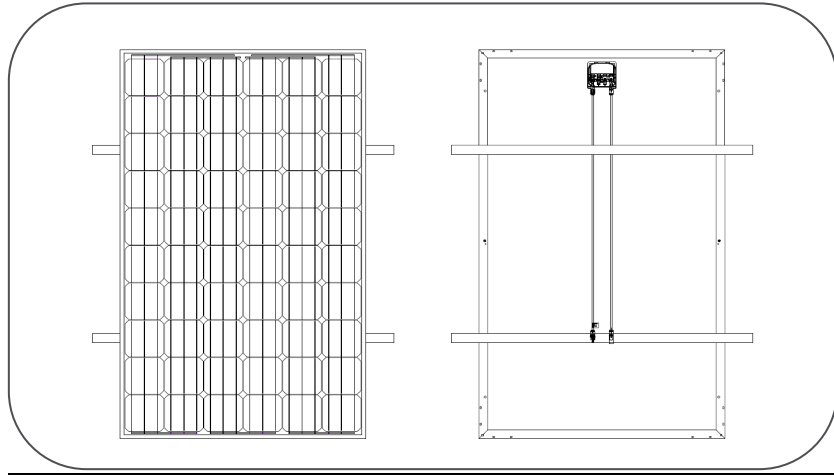

Abbildung 1 In einer parallelen Montagestruktur installiertes Modul – Ansicht von oben und Ansicht von hinten
- Die Clips am seitlichen Rahmen müssen parallel sein; abstandsgleich von der nächstgelegenen Ecke des Modulrahmens (siehe Abbildung 1).